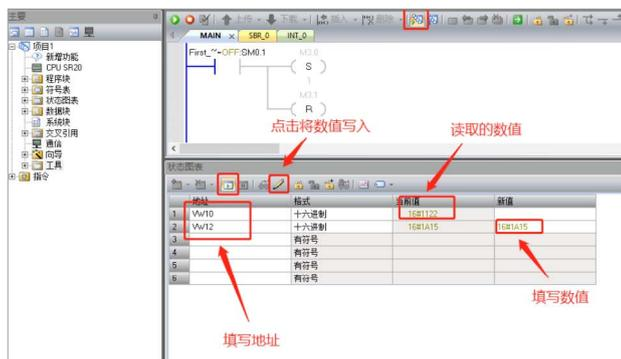

图11 读写Modbus从站数据
5.5 当 EPCM3568A-LI 设备作为从机设备成功入网后 STA 灯间隔 3 秒单闪，此时在无线配置工具页面删除原本的远程节点，重新搜索添加，会发现 EPCM3568A-LI 设备节点的设备地址被自动重新分配了，如图 11 所示。至此，设备便组网成功了。
将以上梯形图下载至 PLC 后，点击“启动程序监视”按钮后，即可在如图 11 所示的“状态图表”页面对 Modbus 从站进行读写操作。